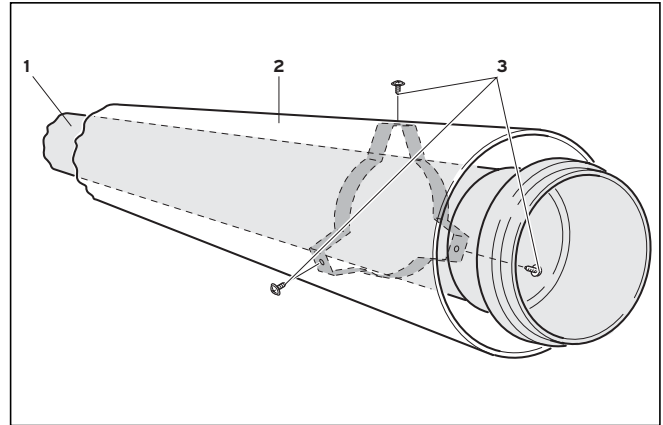

Рис. 5.27 Ослабление трубы газоотвода
Удлинители поставляются в немонтированном состоянии, чтобы избежать демонтажа для отдельного укорачивания труб воздухопровода и газоотвода. После укорачивания закрепите друг с другом трубу воздухопровода и газоотвода (см. рис. 5.27), вставив прилегающие болты (3) через просверленные в трубе воздухопровода отверстия (2) в распорку на трубе газоотвода (1).